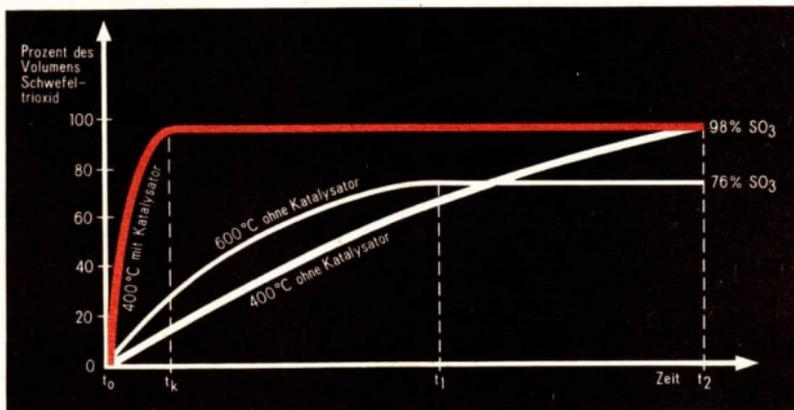

Abb. 40 Menge von Schwefeltrioxid in Abhängigkeit von der Einstellzeit des chemischen Gleichgewichts und der Temperatur
von t_2 auf t_K (Abb. 40). Er verändert jedoch nicht die absolut gewinnbare Masse Schwefeltrioxid. Die gleiche Masse Schwefeltrioxid läßt sich also bei Anwesenheit eines Katalysators nur schneller herstellen. ① ② ③
Die Reaktionsbedingungen haben Einfluß auf die Lage des chemischen Gleichgewichts. Das System $2\text{SO}_2 + \text{O}_2 \rightleftharpoons 2\text{SO}_3$ besteht bei 400°C zu 98% des Volumens aus Schwefeltrioxid, bei 600°C sind 76% des Volumens Schwefeltrioxid. Die Temperaturerhöhung von 400°C auf 600°C bewirkt eine schnellere Einstellung des chemischen Gleichgewichts. Die Einstellzeit verkürzt sich von t_2 auf t_1 (Abb. 40); denn eine Temperaturerhöhung führt zur Vergrößerung der Reaktionsgeschwindigkeit. Gleich-
- ③ Erläutern Sie die Aussagen der Kurvenverläufe in Abbildung 40 über die Abhängigkeit des sich bildenden Schwefeltrioxid-Anteils von der Einstellzeit des chemischen Gleichgewichts bei gleicher Temperatur ohne und mit Katalysator!